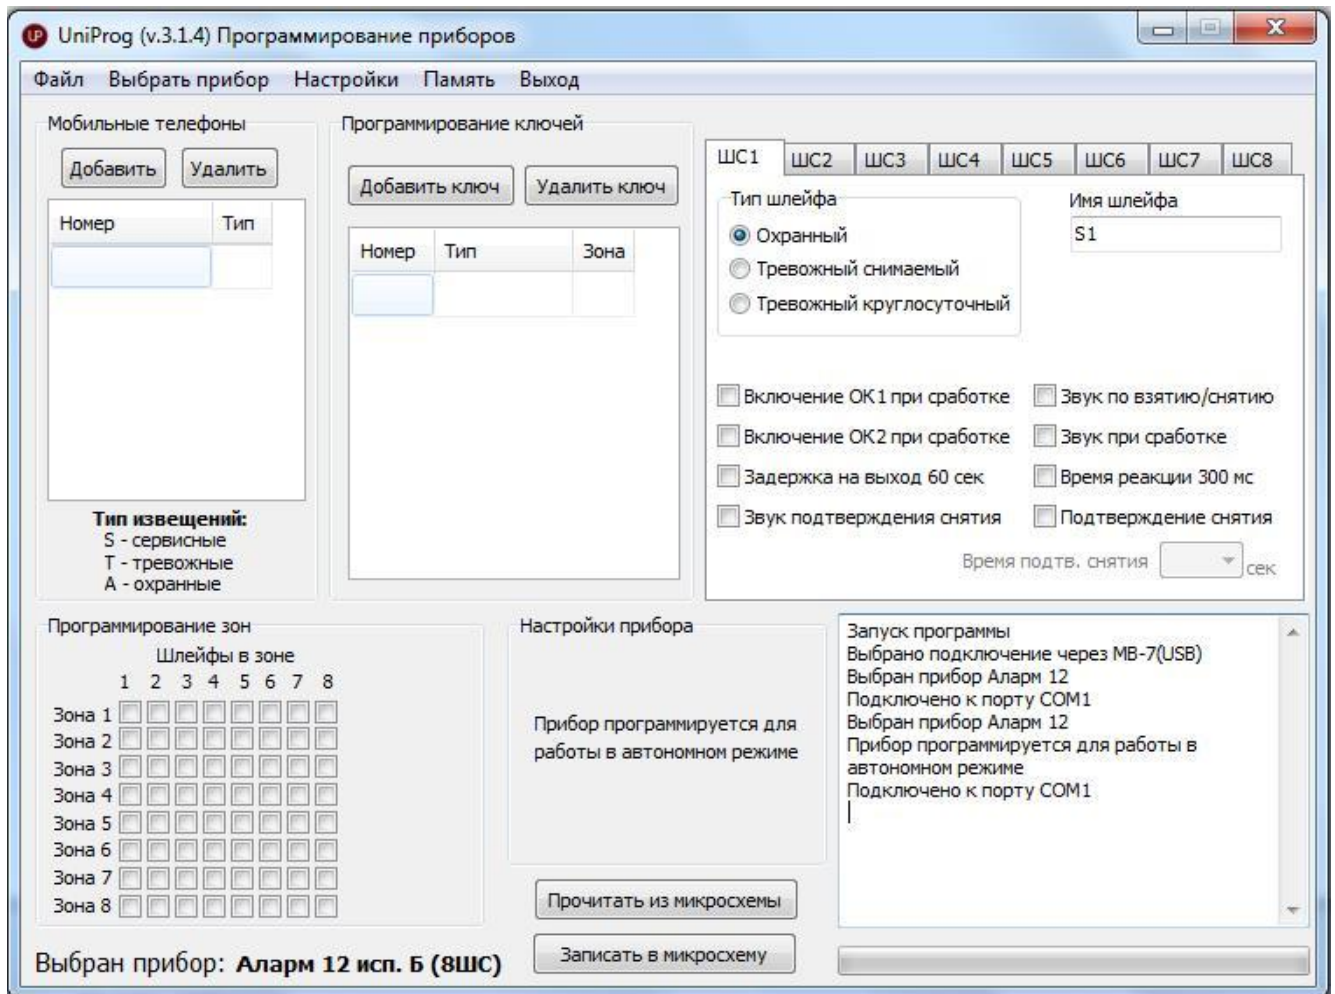
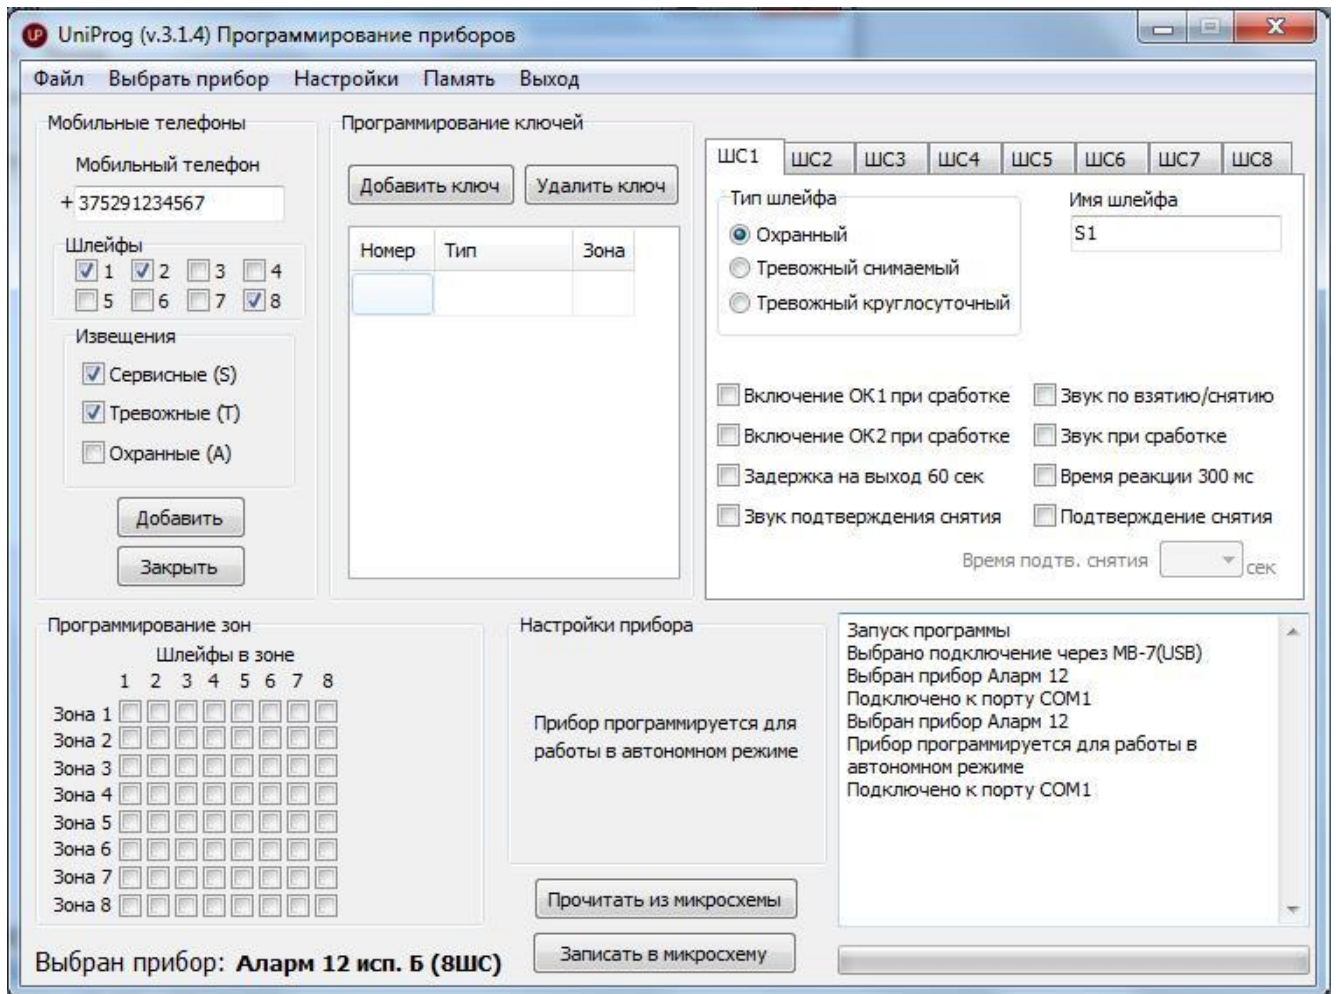

Рисунок 8
Рисунок 9
2.4.2.2 Введите в поле «Мобильные телефоны» (рисунок 8) номера телефонов, на которые должны приходиться SMS-сообщения от прибора – нажмите «Добавить» и введите номер телефона в международном формате (рисунок 9).
Выберите тип извещения и отметьте номера шлейфов (рисунок 9), по которым будут приходить выбранные извещения на данный номер телефона.